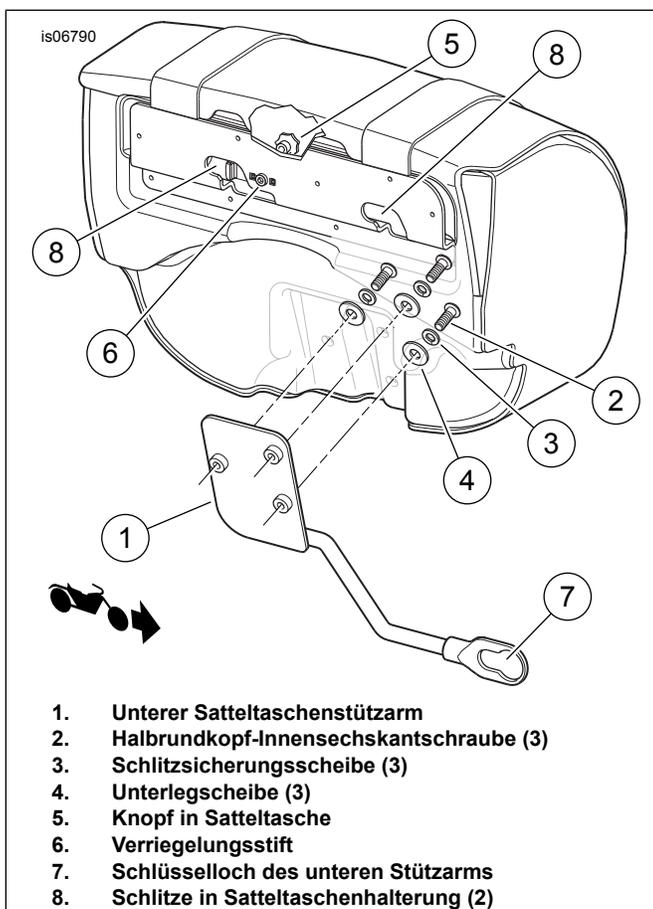

Abbildung 8. Einbau des unteren Stützarms (linker abgebildet)
1. Siehe Abbildung 8. Den unteren Stützarm an der Außenseite der Satteltasche befestigen. Einige Tropfen Loctite 243 – blau auf das Gewinde der Schrauben (2) auftragen. Den unteren Stützarm (1) von der Satteltascheninnenseite aus **lose** mit den Schrauben (2), Sicherungsscheiben (3) und flachen Unterlegscheiben (4) einbauen.
2. Siehe Abbildung 8. Von der Satteltascheninnenseite den Knopf (5) herausziehen und drehen. Der Verriegelungsstift (6) gibt die Halterungssperre frei.
3. Während die Tasche nach vorne gekippt ist, den großen Durchmesser des Schlüsselochendes (7) im unteren Stützarm auf die untere Befestigungsstelle ausrichten. Die Satteltasche selbst nach unten drehen, damit die äußeren Befestigungsstellen auf der Strebenabdeckung in die Schlitze (8) der Halterung an der Taschenrückseite eingreifen.
5. Wenn die Satteltasche ganz nach vorne geschoben ist, den Knopf um eine 1/4-Umdrehung drehen. Wenn die Satteltasche korrekt sitzt, muss der Knopf einrasten. Hinter die Satteltasche blicken und sicherstellen, dass die Verriegelung (6) in der geschlossenen Stellung ist.
6. Die Stützhalterung (1) so verdrehen, dass die untere Befestigungsstelle komplett im kleineren Durchmesser der unteren Schlüssellochstützhalterung sitzt. Die Befestigungsschraube der unteren Fußrastenhalterung auf ein Drehmoment von 34–41 N·m (25–30 ft-lbs) anziehen.
7. Wenn die Stützhalterung in Schritt 10 eingestellt wird, kann dies die Satteltasche oder den unteren Stützarm nach oben heben bzw. nach unten absenken. In diesem Fall müssen die drei Schrauben (2) zwischen dem unteren Stützarm und der Satteltasche gelockert, und der Arm nach vorne bzw. nach hinten verstellt werden. Die drei Stützarmschrauben auf ein Drehmoment von 7–10 N·m (60–90 in-lbs) anziehen.